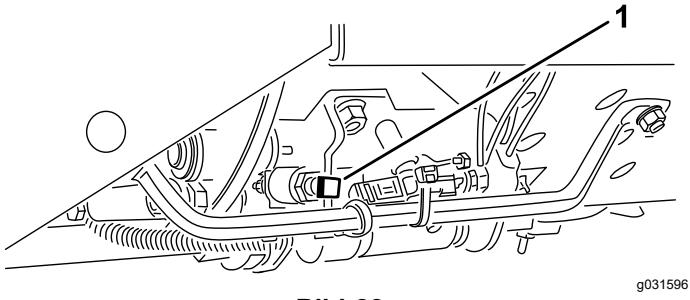

Bild 22
**Wichtig:** Die Mähgeschwindigkeit wird im Werk auf 9,7 km/h eingestellt. Sie können die Mähgeschwindigkeit durch Drehen an der Geschwindigkeitsanschlagschraube (Bild 22) erhöhen oder verringern.